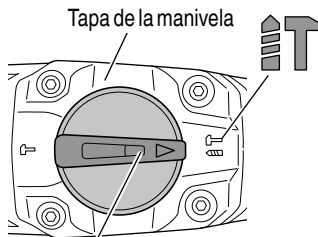

Fig. 6
(1) Cambio a "rotación + martilleo"
- (b) Alinee las marcas ▲ de la palanca selectora y **T** de la tapa de la manivela como se ilustra en la Fig. 6.